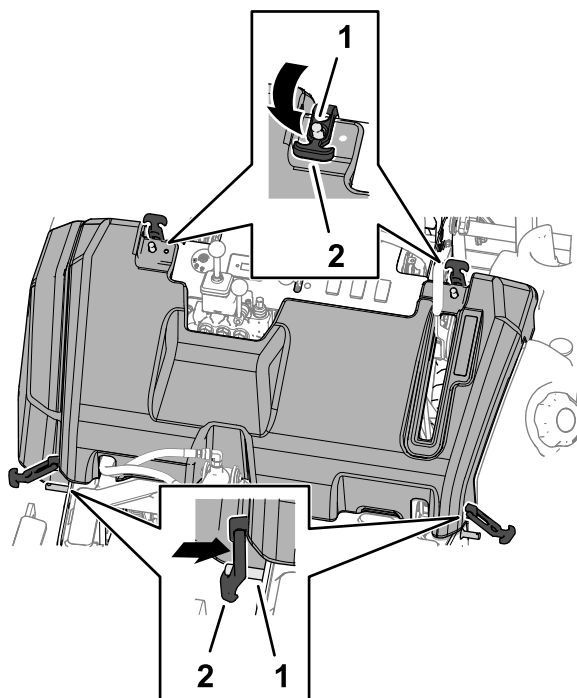

Figure 66
2. Abaissez les attaches sur les 4 goupilles de verrouillage pour bloquer le capot en place (Figure 66).